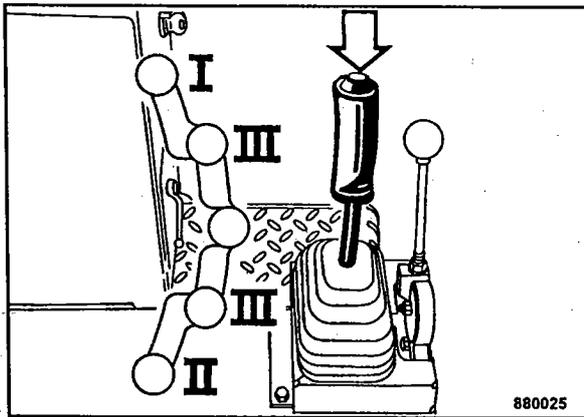

Fig. 58
- El pulsador para vibración (Fig. 58) no se debe accionar antes de desplazar la palanca de marcha en la deseada dirección marcha.